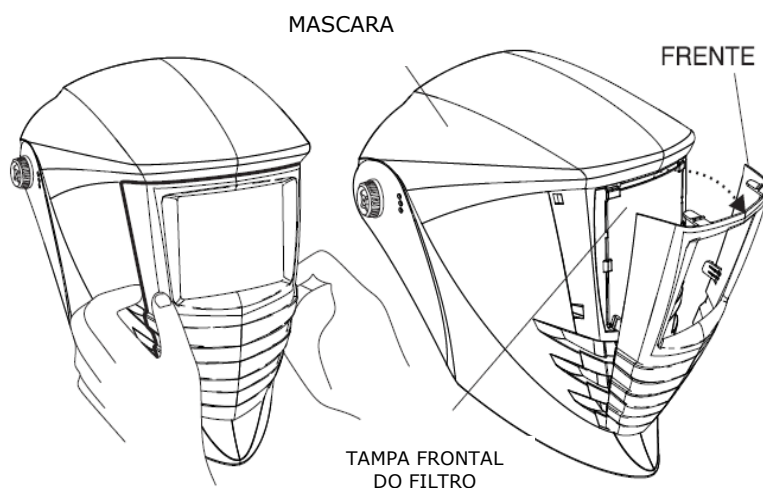

FIG. 8a
1. Remova o FRENTE da MASCARA puxando-o para fora com as duas mãos até que abas de bloqueio sejam liberadas (Fig. 8a).